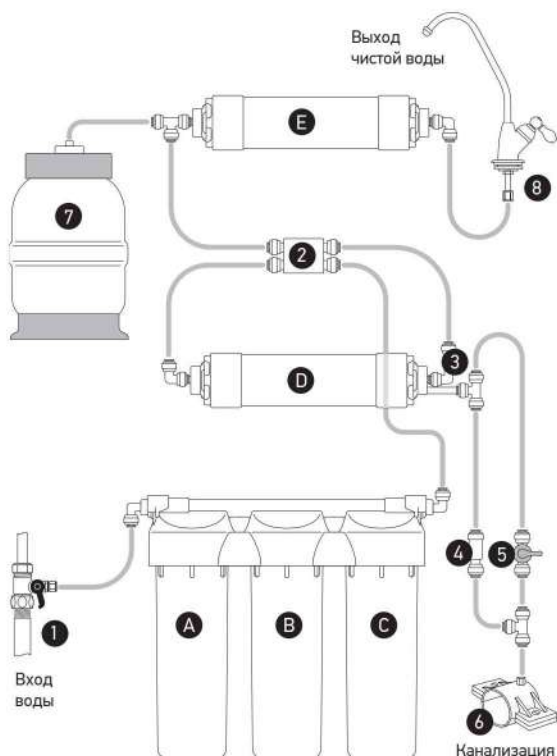

Рис.2. Принципиальная схема подключения фильтра Praktic Osmos.
На первой ступени (А) предварительной очистки картридж из полипропилена задерживает механические примеси и прочие частицы размером крупнее 5 микрон (Рис. 2).
(1) (см. Рис. 2).